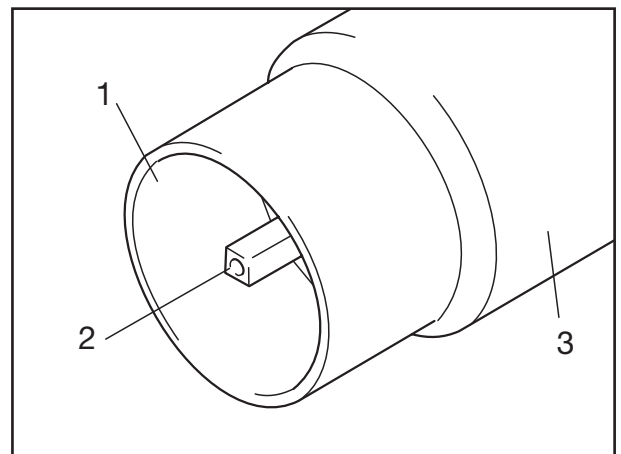

Fig. 10
- [4] Vierkantbolzen (Fig. 10/2) mit Schlagschrauber heraus-schrauben und Federglocke (Fig. 10/1) vom Luftfederbalg (Fig. 10/3) abnehmen.
- [4] Unscrew square bolt (Fig. 10/2) with a spanner and remove piston (Fig. 10/1) from air bag (Fig. 10/3).
- [4] Débloquer le boulon carré (fig. 10/2) avec la visseuse à percussion et retirer le piston (fig. 10/1) du coussin d'air (fig. 10/3).